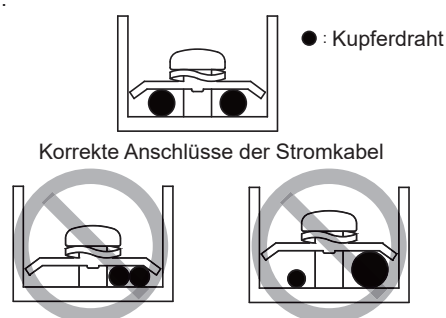

Abbildung 2
- Schließen Sie nicht zwei Netzkabel mit unterschiedlichen Durchmessern an denselben Netzanschluss an (kann aufgrund loser Kabel zu einer Überhitzung der Drähte führen) (siehe Abbildung 2)..